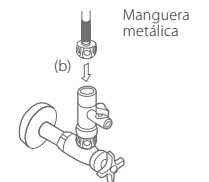

Figura 6.
3. Enrosca la manguera metálica (b) al adaptador. (ver Figura 6).